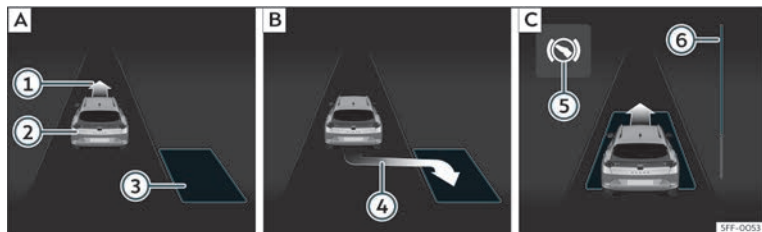
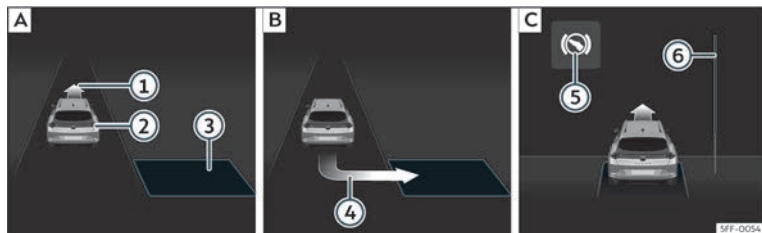

Fig. 191 Sul display del quadro strumenti: Parcheeggiare in linea. **[A]** Cercare uno spazio di parcheggio. **[B]** Posizione di parcheggio. **[C]** Manovrare.
Fig. 192 Sul display del quadro strumenti: parcheggiare a pettine. **[A]** Cercare uno spazio di parcheggio. **[B]** Posizione di parcheggio. **[C]** Manovrare.
» **fig. 191 [B]** o » **fig. 192 [B]**. Lo spazio sarà stato considerato "idoneo" se nel display del quadro strumento compare l'indicazione di parcheggio ④.
• Retrocedere finché non si sentirà il segnale continuo del ParkPilot; **OPPURE:** spostarsi in retromarcia finché nel display del quadro strumenti non comparirà l'indicazione di spostarsi con la marcia in avanti » » **fig. 191**  o » » **fig. 192** ; **OPPURE:** finché nel display del quadro strumenti non comparirà il messaggio **Park Assist terminato**. La barra di avanzamento  indica la distanza che si deve percorrere » » pag. 297.
avanti e in retromarcia fino a posizionarlo al centro dello spazio di parcheggio » » **fig. 191**  o » » **fig. 192** .
La barra di avanzamento » » **fig. 191**  e » » **fig. 192**  mostra simbolicamente nel display del quadro strumenti la distanza relativa ancora da percorrere. Maggiore è la distanza, maggiore sarà il riempimento della barra di avanzamento. Circolando con la marcia in avanti, il contenuto della barra di avanzamento diminuisce verso l'alto, e circolando in retromarcia, diminuisce verso il basso.